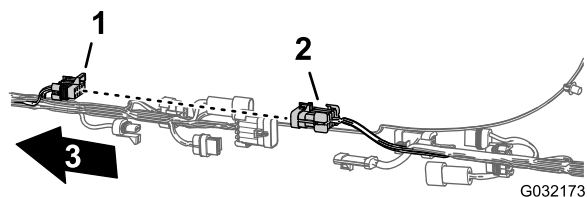
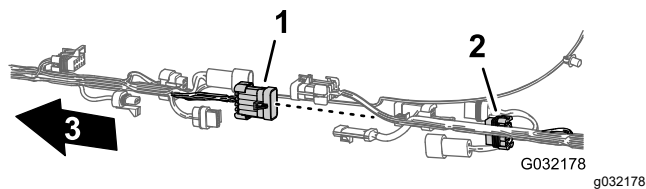

Рисунок 15
Рисунок 20
2. Разомкните 6 пар разъемов между передним и задним жгутами проводов, как показано на рис. Рисунок 15–Рисунок 20.